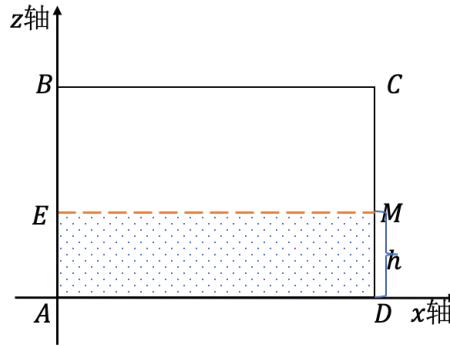

图 6: 油面形状为矩形示意图
(1) 油面呈现为“矩形”:  $\theta = 0$ , 如图 6 所示。